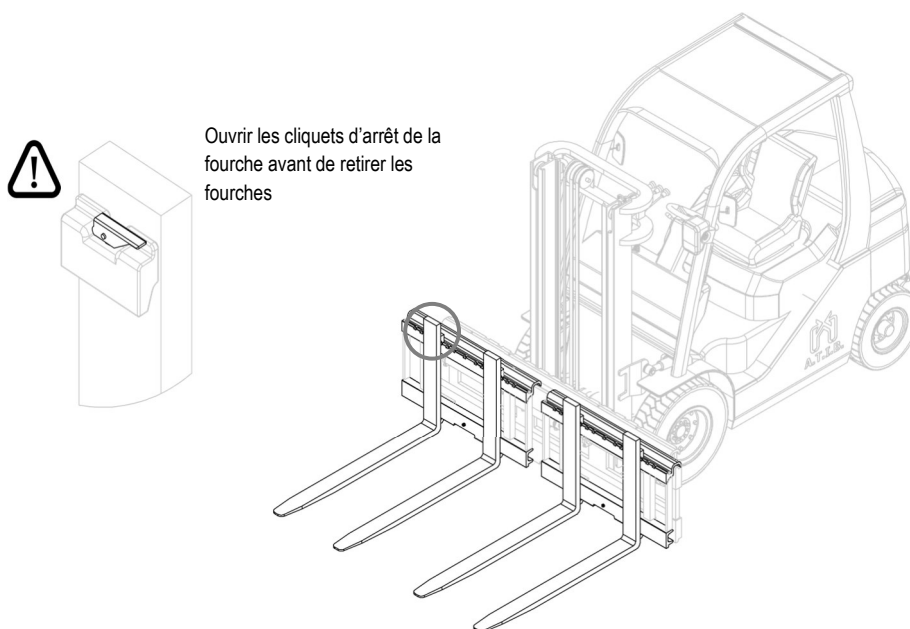
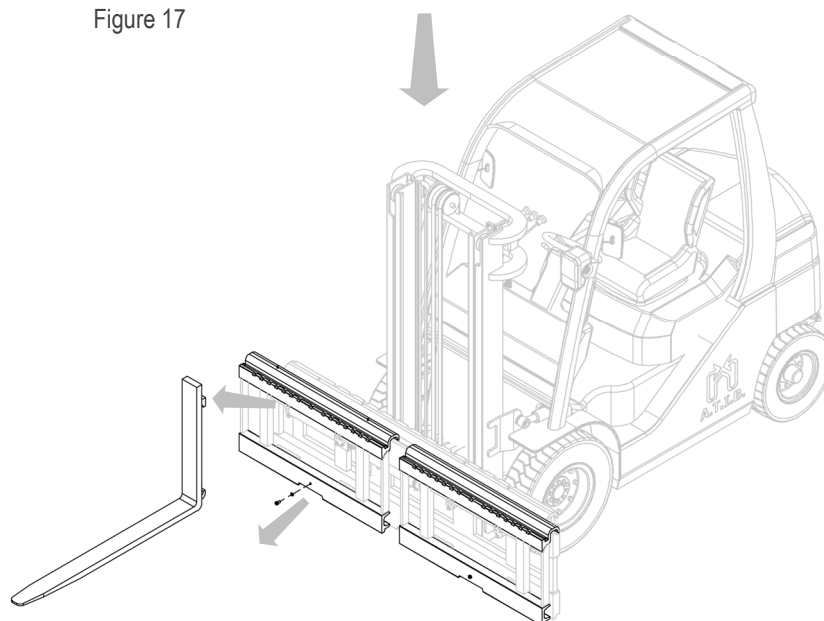

Figure 17
Figure 18
4. Prendre comme référence la *Figure 17* et la *Figure 18*.